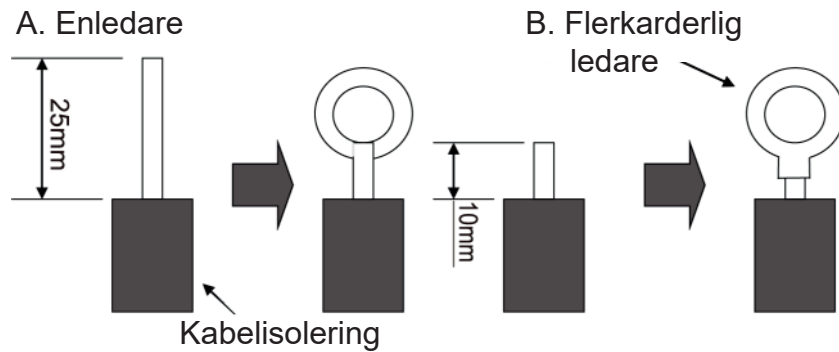

Fig. 26
(1). För enkarderlig ledning (Fig. 26 nästa sida)